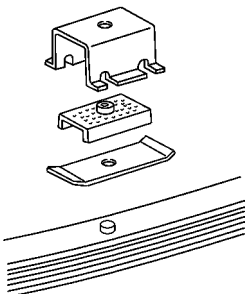

图 14-189 将隔板、衬板和护罩装到钢板弹簧上
1) 将隔板、衬板和护罩装到钢板弹簧上，如图 14-189 所示。